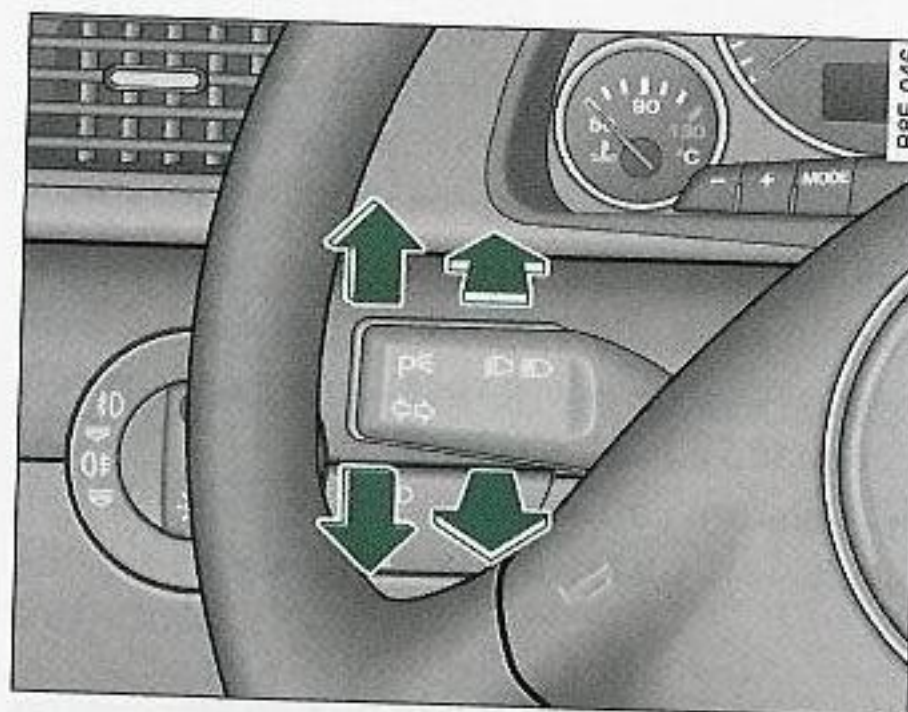

Fig. 65 Palanca de intermitentes y de luz de carretera
- Desplace la palanca hacia arriba hasta el tope \Rightarrow fig. 65 para poner el intermitente de la derecha o bien hacia abajo, para el de la izquierda.